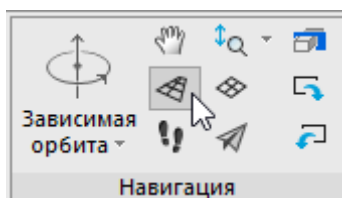

Рис. 30. Включение режима *Перспектива*
- 8.4. Для более реалистичного отображения модели включите в меню *Вид* режим *Перспектива* (рис. 30).